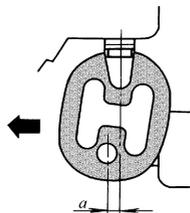

图 2-135 卡夹安装位置
2) 卡夹安装位置如图 2-135 所示，使卡环右侧与中间消声器距离 $a=7\sim 9\text{mm}$ 。
2) 如图 2-135 箭头所示，向前推排气系统，使卡环右侧与中间消声器距离 $a=7\sim 9\text{mm}$ 。